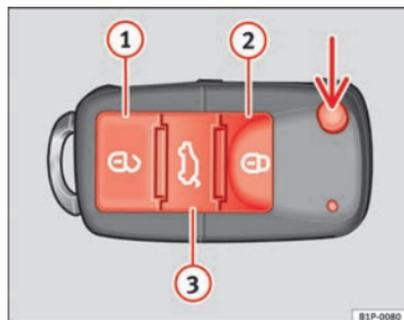

Fig. 62 Tasti della chiave con telecomando
Con il tasto  ⇒ fig. 62 (freccia) del telecomando, si sblocca lo scatto della chiave.
Sblocco del veicolo  ⇒ fig. 62 ①. Le porte e il portellone posteriore si sbloccano.
Chiusura del veicolo  ⇒ fig. 62 ②.
Sblocco del portellone posteriore. Tenere premuto il tasto  ⇒ fig. 62 ③ fino a quando lampeggiano brevemente tutti gli indicatori di direzione. Dopo aver premuto il tasto di sblocco  ③, si hanno 2 minuti per aprire il portellone. Una volta trascorso questo periodo si blocca di nuovo.
Inoltre, la spia della pila della chiave ⇒ fig. 62, lampeggia.
- Premere il tasto  ⇒ fig. 62 del telecomando.